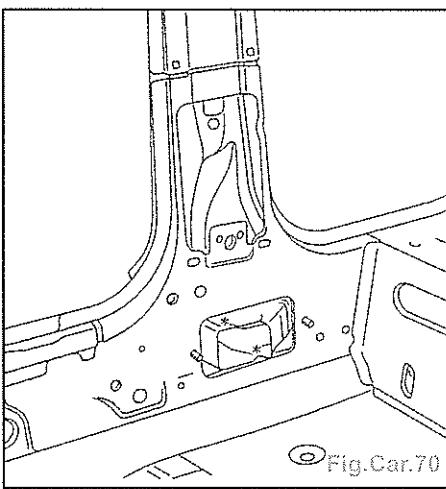

Fig.Car.70
- Dégrafer les points à l'aide d'une fraise de Ø 8 mm (Fig.Car.70).
- Souder par points électriques (Fig.Car.70/71).
- Souder par points bouchons MAG (Fig.Car.70/71).